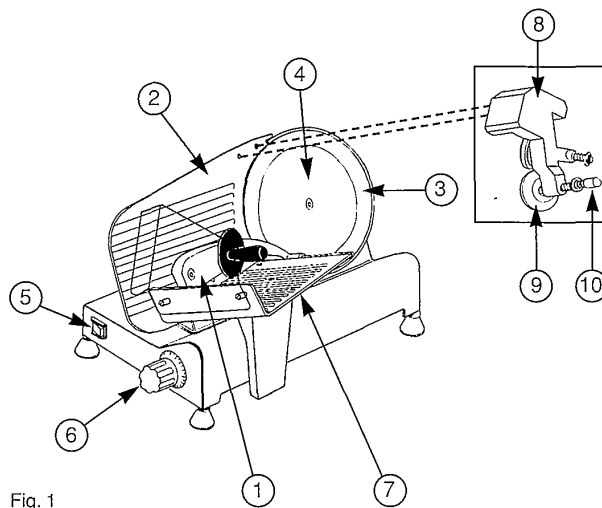

Fig. 1
- Positionner la butée mobile à la distance maximum de la lame en tournant le bouton gradué (6).
- Appliquer l'affûteur sur le séparateur comme indiqué sur la Fig. 1 en le bloquant sur celui-ci à l'aide de la poignée.